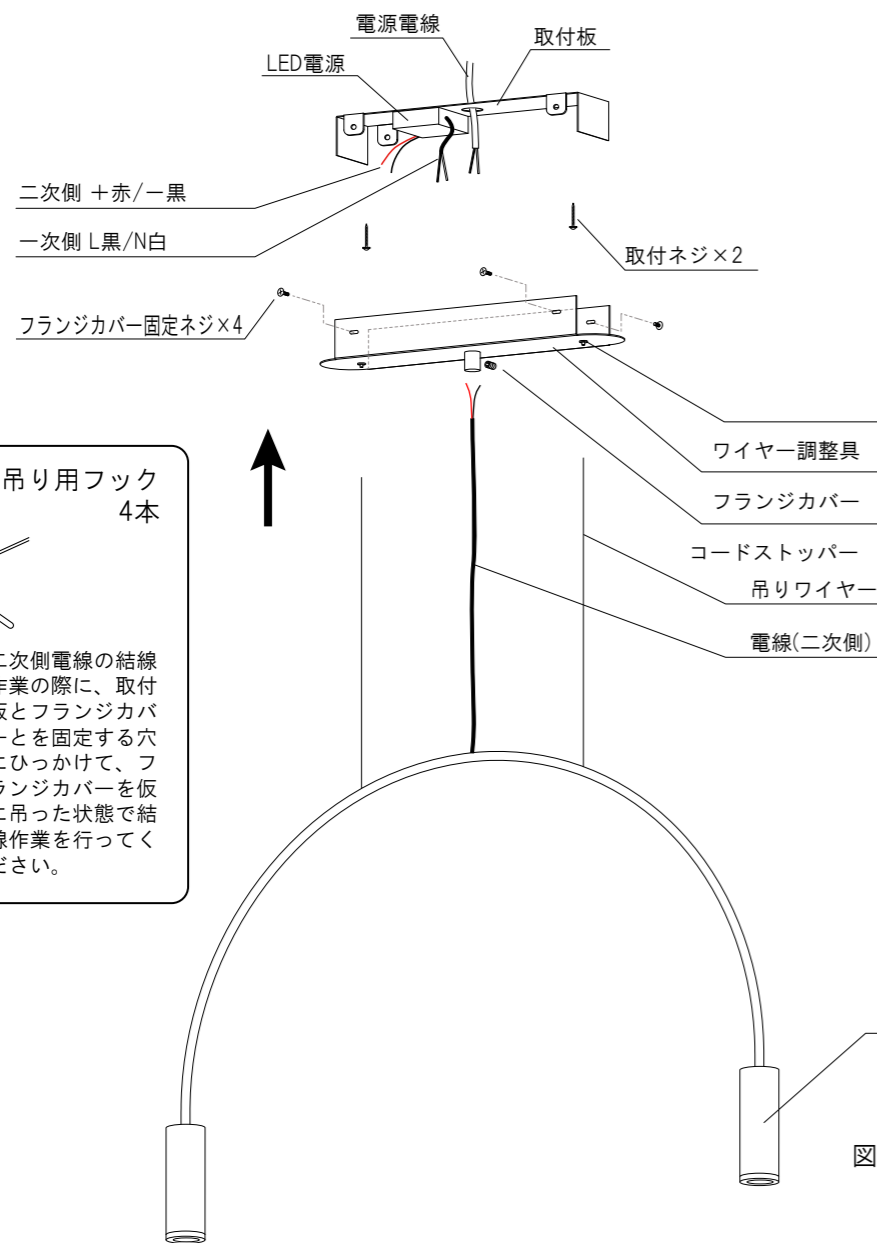

図1) 仮吊り用フック 4本
- ①電源電線を取付板の電源用穴より通してください。
- ②取付ネジで、取付板を下地のある天井材にしっかり固定します。
- ③電源電線とLED電源の一次側(L黒/N白)を接続します。
- ④フランジカバーに吊りワイヤーと電線(二次側)を通します。吊りワイヤーの長さ調整はワイヤー調整具にて行います。
- ⑤同梱の仮吊り用フックを取付板にひっかけ(図1)器具の全長を調整済みのフランジカバーを仮吊りしてください。
- ⑥器具の電線(二次側)のプラス(赤)とマイナス(-)を、それぞれLED電源のプラス(赤)とマイナス(-)とに接続します。